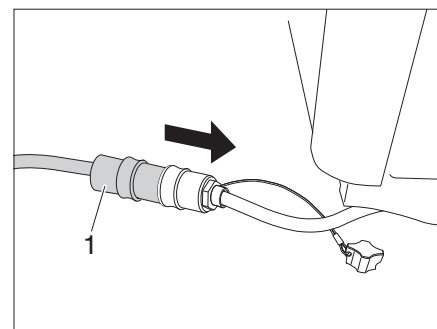

Figure 61 Raccorder le câble prolongateur
- Raccordez le câble prolongateur (Figure 61,1) au bloc cuisine et au raccordement électrique à l'entrée du Campster.
- ▷ Utiliser le câble prolongateur (Figure 61,1) uniquement lorsque la cuisine est utilisée en extérieur.
- Raccorder le câble prolongateur (Figure 61,1) au bloc cuisine et au raccordement électrique à l'entrée du Campster.